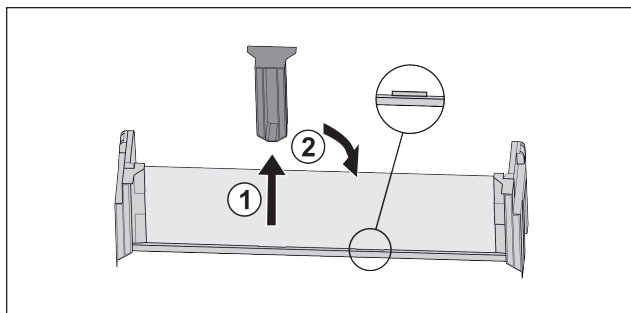

Fig. 22 *
- ▶ Витягнути середню деталь для підтримки Fig. 22 (1)*
- ▶ Вставити середню деталь для підтримки на друге положення Fig. 22 (2)*